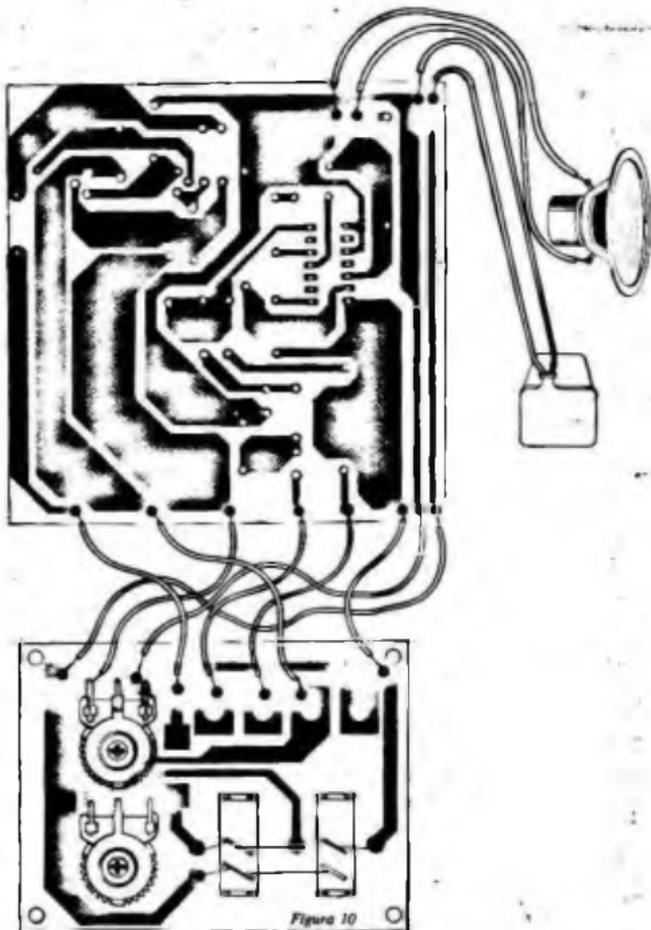

Figura 10
g) Na figura 10 são mostradas as interligações incluindo-se também a do conector de bateria de 9 volts, e do alto-falante.